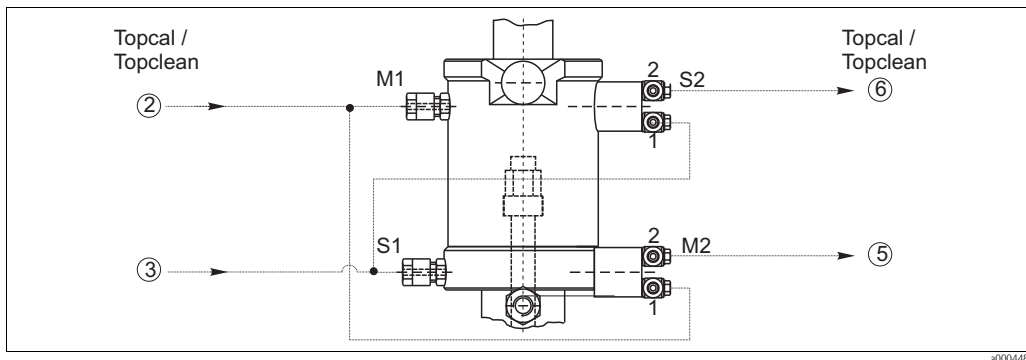

Fig. 11: Raccords pneumatiques et fins de course pneumatiques (1=entrée, 2=sortie)
1. Raccordez l'air comprimé pour "sonde en position mesure" (Topcal/Topclean : tuyau n° ②) au raccord fileté G 1/8 du haut (Fig. 11).
2. Raccordez également l'air comprimé ② (via le raccord en T) à l'entrée (1) du fin de course (M2). Il sert à la confirmation de la position "sonde en position mesure".
3. Lorsque la position "mesure" est atteinte, l'air entrant à l'entrée M2 (1) est commuté vers la sortie M2 (2) (Topcal/Topclean : raccordez le tuyau ⑤ à la sortie du fin de course).
4. Raccordez l'air comprimé pour "sonde en position maintenance" (Topcal/Topclean : tuyau n° ③) au raccord fileté G 1/8 du bas.
5. Raccordez également l'air comprimé ③ (via le raccord T) à l'entrée (1) du fin de course du haut (S2). Il sert à la confirmation de la position "sonde en position maintenance".
6. Lorsque la position "maintenance" est atteinte, l'air entrant à l'entrée S2 (1) est commuté vers la sortie S2 (2) (Topcal/Topclean : tuyau ⑥).